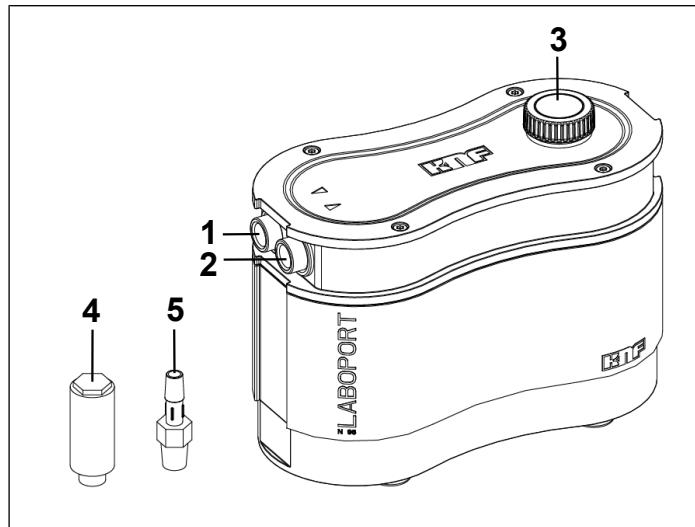

Abb.2: Laboport N96
- Für den Vakumbetrieb schließen Sie den Schlauchnippel (siehe Abb. 2/5) auf der Saugseite und den Geräuschdämpfer (siehe Abb. 2/4) oder Ihre Systemkomponenten an der Druckseite an.